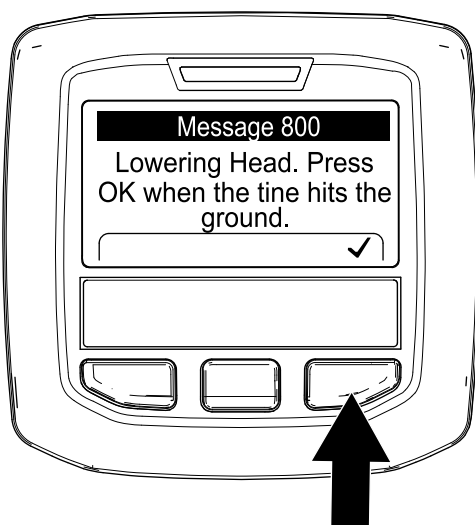

Figura 69
6. Cuando cualquier taladro toca el suelo, pulse el botón derecho del InfoCenter en la pantalla Lowering Head (Bajada de cabezal) (Figura 69).